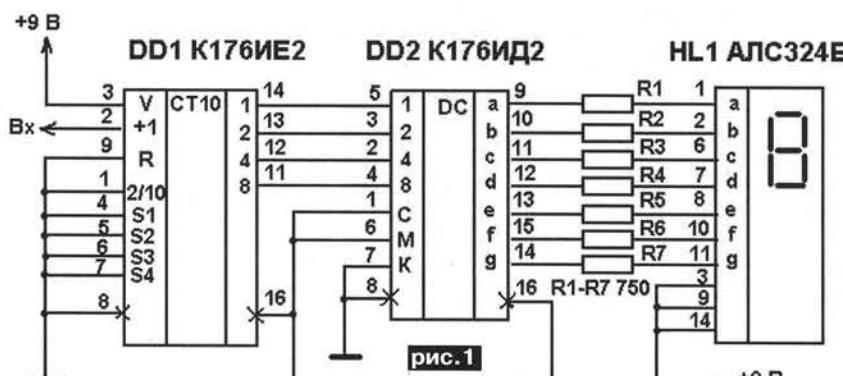

рис.1
дополнить двумя эмиттерными повторителями как, например, это сделано в [2]. Пример на эту же тему по цифровым микросхемам. При повторении цифрового частотомера [3] вместо отсутствующего светодиодного цифрового индикатора АЛ304А (с общим катодом) был применен имеющийся в наличии АЛС324Б (с общим анодом). Вопрос «общего анода» решается легко - на вывод 6 (M) дешифратора, вместо минуса источника питания (соединение для «общего катода»), надо подать плюс источника питания (соединение для «общего анода») **рис.1**. Первоначально макетная схема для проверки работоспособности микросхем частотомера рис.1 была собрана как в первоисточнике [3] без токоограничивающих резисторов R1 - R7. На вход (вывод 2 K176ИЕ2) поступали секундные импульсы с вывода 5 K176ИЕ5, на которой собран кварцевый генератор (хотя генерация происходит и при отсутствии кварца). Оказалось, что дешифратор K176ИД2 в такой схеме очень сильно греется, потому, что ток его выходов велик, хотя в [4] рекомендовано непосредственно подключать светодиодные цифровые индикаторы АЛ305, АЛС321, АЛС324 к выходам K176ИД2. Есть 2 варианта решения этой проблемы. Первый: для увеличения нагрузочного тока
включить транзистор между выходом К176ИД2 и АЛС324Б (надо 7 транзисторов). Второй: уменьшить выходной ток с помощью последовательно включенных резисторов R1 - R7 рис.1, хотя при этом уменьшится яркость свечения светодиодов цифрового индикатора. При сопротивлении резисторов R1 - R7 750 Ом ток в точке 1 равен 5-8 мА (т.е. светодиоды в АЛС324Б имеют неодинаковые параметры), яркость свечения нормальная, у К176ИД2 нагрев отсутствует.